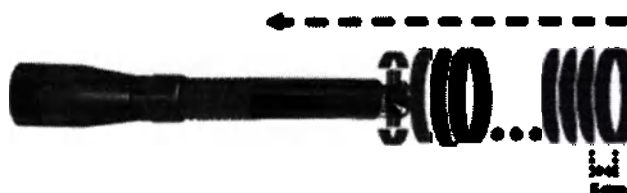

Рисунок 5.16 Наложение лазерной энергии вдоль передней стенки вагинального канала во время первого прохода
- Повторяйте процедуру, как показано на Рис.5.16 до тех пор, пока не будет достигнут вход в вагинальный канал.